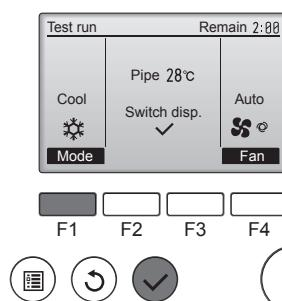

Fig. 7-3
- ① Πατήστε το κουμπί [F1] για να αλλάξετε την κατάσταση λειτουργίας. (Fig. 7-3)